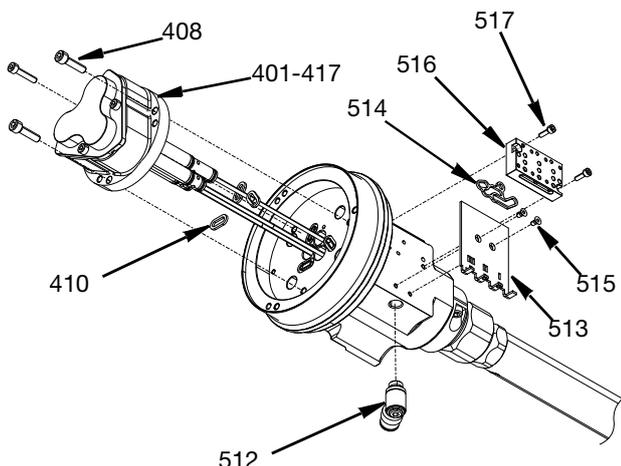

FIG. 15
1. Il gruppo del cilindro dell'aria (401-417) e le valvole di intercettazione della sfera dell'ago (418) vengono rimossi insieme rimuovendo le tre viti SHCS M5 (408).
**NOTA:** Fare attenzione a non danneggiare o piegare le valvole di intercettazione a sfera dell'ago (418) durante l'estrazione dall'alloggiamento. Le varie guarnizioni che vengono scartate nelle procedure seguenti devono essere sostituite con nuove guarnizioni prima del rimontaggio.
2. Le guarnizioni dell'aria (410) devono essere eliminate.
3. Rimuovere il collettore dell'aria (516) rimuovendo i dispositivi di fissaggio a vite SHCS M3 (517) con una chiave esagonale. La guarnizione dell'aria (514) deve essere eliminata.
4. Rimuovere il coperchio interno (513) rimuovendo le viti a testa piatta M3 (515) con una chiave esagonale.
5. Rimuovere il raccordo a gomito girevole BSPP da 1/8 in. (512) con una chiave esagonale. Vedere FIG. 15.